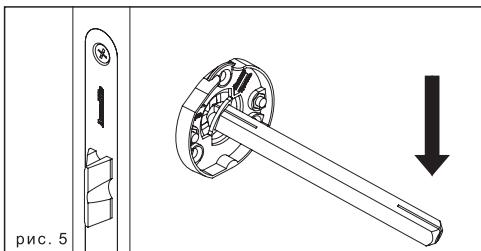

рис. 5
2. Извлеките квадрат из отверстия и с его помощью выломайте ориентирующие элементы из центров оснований (рис. 5). Затем установите квадрат обратно в отверстие.